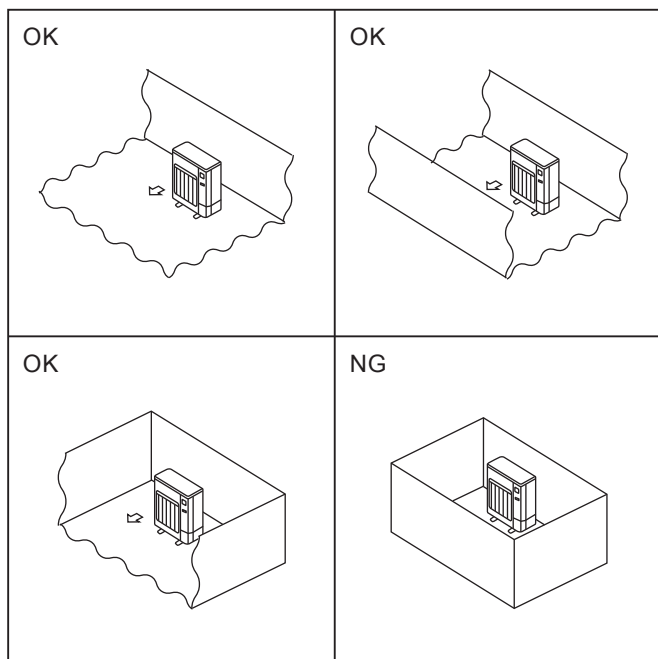

Fig. 2-1
- © Installer udendørsenheder på et tilstrækkeligt stort område, hvor mindst én af enhedens fire sider ikke er blokeret, og hvor der ikke er fordybninger. (Fig. 2-1)